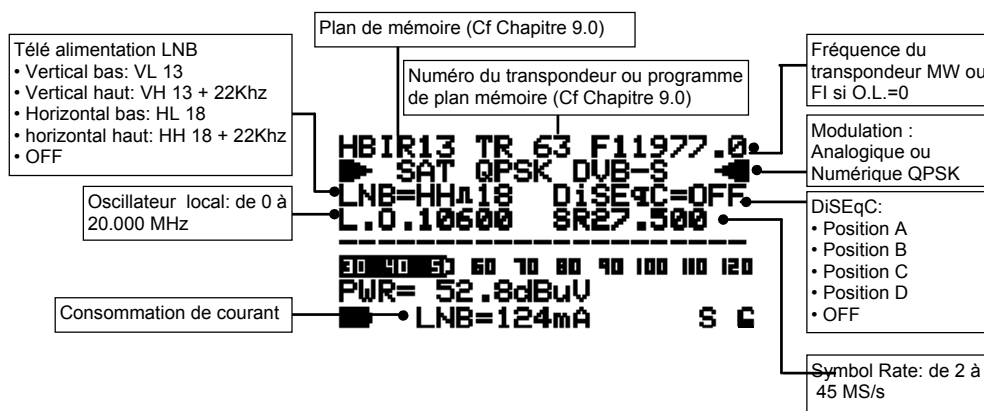

Fig. 13.1 Premier niveau de mesure relatif aux signaux numériques.
- 5) De n'importe quel mode de fonctionnement, en appuyant sur le bouton "HOME"[23], on revient au premier niveau de mesure montré dans la fig. 13.1 ou 13.2.